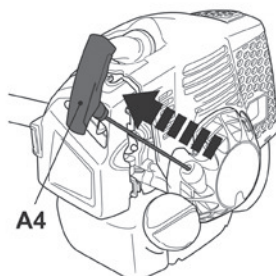

Fig. 33
- > Apoye firmemente el producto, tire del tirador de arranque de retroceso ligeramente hasta que note resistencia y, a continuación, tire del mismo rápidamente. Hágalo de nuevo hasta que el motor arranque (Fig. 33).